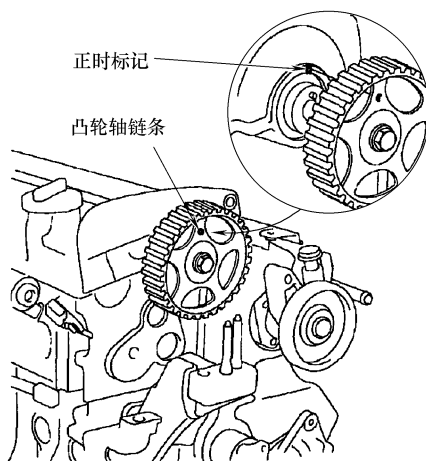
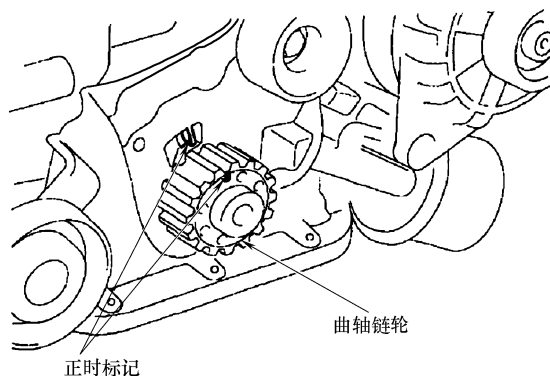

图 31-20 凸轮轴链轮正时标记
图 31-21 曲轴链轮正时标记
7) 使气缸 1 处于压缩上止点位置, 对齐凸轮轴链轮和曲轴链轮上的正时标记, 如图 31-20 和图 31-21 所示。